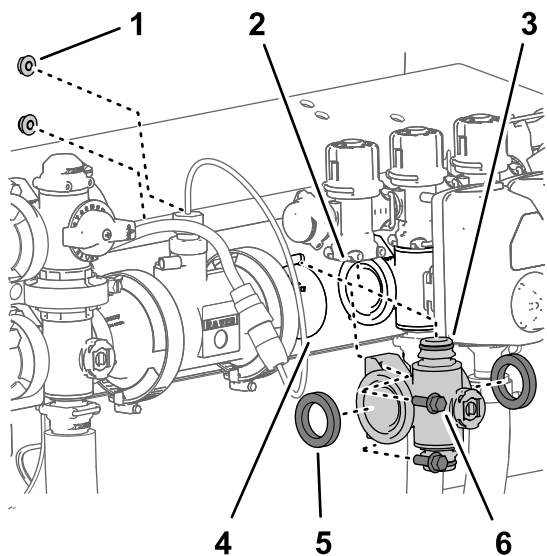
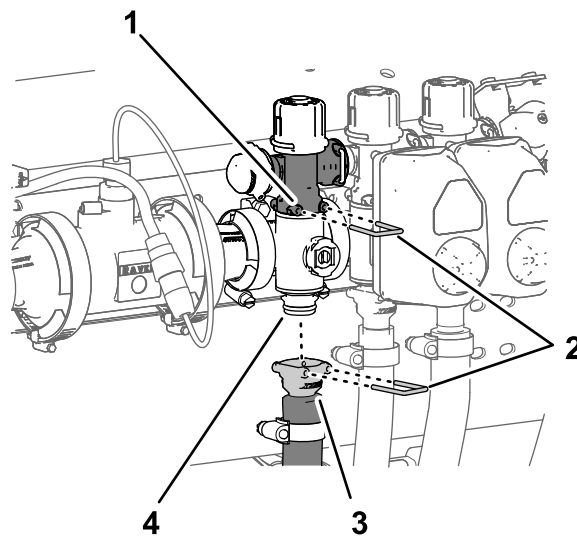

Рисунок 113
Рисунок 114
1. Совместите 2 прокладки, снятые при выполнении действий, описанных в разделе Демонтаж коллекторного клапана секции \(страница 90\), с фланцами коллектора клапана секции (Рисунок 113).
- Совместите фланец коллектора клапана секции с фланцами другого клапана секции (клапанов секций) и/или переходного соединителя (Рисунок 113).
- Вставьте быстроразъемный штуцер коллектора клапана секции в быстроразъемное гнездо перепускного клапана секции и зафиксируйте с помощью штифта быстроразъемного соединения (Рисунок 113 и Рисунок 114).
опору клапана (Рисунок 113) с помощью 2 болтов с фланцем (1/4 x 3/4 дюйма) и 2 фланцевых контргайк (1/4 дюйма), снятых при выполнении действий, описанных в разделе Демонтаж коллекторного клапана секции (страница 90).
8. Установите быстроразъемный соединитель шланга секции на быстроразъемный штуцер коллектора клапана секции и зафиксируйте при помощи штифта быстроразъемного соединения (Рисунок 114).